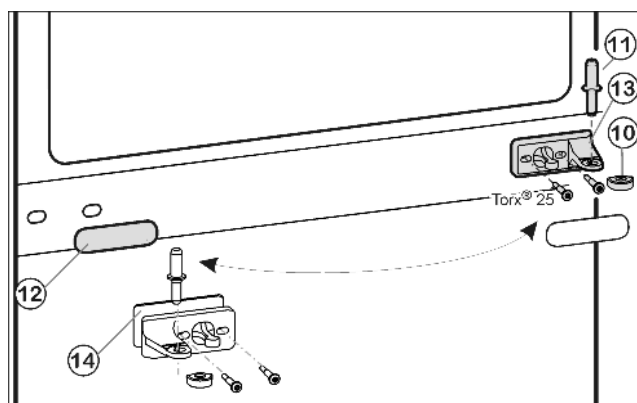
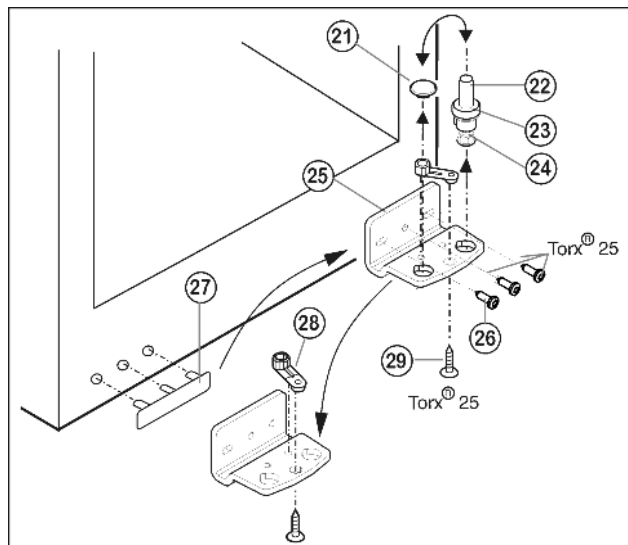

Fig. 5
Fig. 6
- ▶ Вытащите из опорного кронштейна и нижней дверцы средний опорный винт Fig. 5 (11).
- ▶ Снимите пластмассовый колпачок Fig. 5 (10).
- ▶ Открутите средний опорный кронштейн Fig. 5 (13) (2 шт. Torx® 25).
- ▶ Осторожно снимите накладку Fig. 5 (12).
- ▶ Прикрутите средний опорный кронштейн Fig. 5 (13) с подкладкой Fig. 5 (14) с поворотом на 180° на новую сторону шарнира (с моментом 4 Нм).
- ▶ Защелкните накладку Fig. 5 (12), повернув на 180°, на стороне, где теперь будет ручка.
- ▶ Извлеките опорный винт Fig. 6 (22) в комплекте с шайбой Fig. 6 (23) и регулируемой опорой Fig. 6 (24), вытягивая его вверх.
- ▶ Снимите пробку Fig. 6 (21).
- ▶ Открутите Fig. 6 (26) опорный кронштейн Fig. 6 (25).
- ▶ Открутите Fig. 6 (29) опорную деталь Fig. 6 (28) и, переставив в отверстие на противоположной стороне опорного кронштейна, снова прикрутите.
- ▶ Осторожно снимите и переставьте на противоположную сторону крышку со стороны ручки Fig. 6 (27).
- ▶ Снова прикрутите опорный кронштейн Fig. 6 (25) на новой стороне шарнира (с моментом 4 Нм). При необходимости используйте аккумуляторный шуруповерт.
- ▶ Переставьте пробку Fig. 6 (21) в свободное отверстие.
- ▶ Вновь установите опорный винт Fig. 6 (22) в комплекте с шайбой и регулируемой опорой. При этом фиксатор должен быть направлен назад.
- ▶ Установите нижнюю дверцу сверху на нижний опорный винт Fig. 6 (22).
- ▶ Снова наденьте пластмассовый колпачок Fig. 5 (10) на средний опорный кронштейн Fig. 5 (13).
- ▶ Вставьте средний опорный винт Fig. 5 (11) на новой стороне шарнира через средний опорный кронштейн Fig. 5 (13) в нижнюю дверцу.
- ▶ Установите верхнюю дверцу на средний опорный винт Fig. 5 (11).
- ▶ При необходимости выровняйте дверцы через два продольных паза в нижнем опорном кронштейне Fig. 6 (25) и среднем опорном кронштейне Fig. 5 (13) параллельно корпусу устройства. Для этого выкрутите средний винт на нижнем опорном кронштейне Fig. 6 (25).